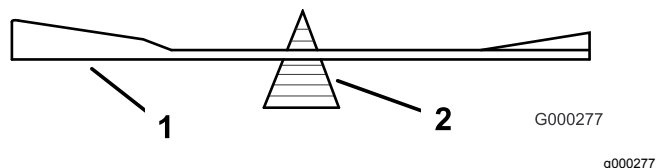

Figura 78
2. Verifique o equilíbrio da lâmina colocando-a num equilibrador de lâminas (Figura 78).